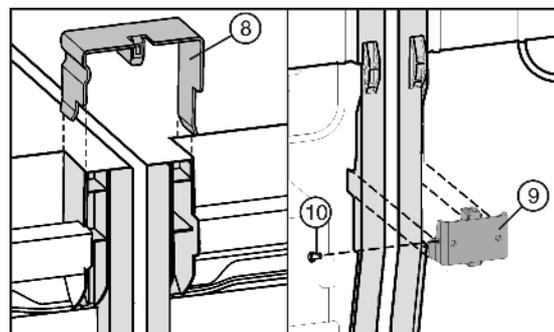

Fig. 7
- u Enfiler la pince de jonction Fig. 7 (8) en haut sur les parois latérales du milieu.
- u Mettre en place le coude de jonction Fig. 7 (9) en bas dans l'évidement approprié.
- u Si le coude de jonction est un peu branlant, visser la vis Fig. 7 (10).